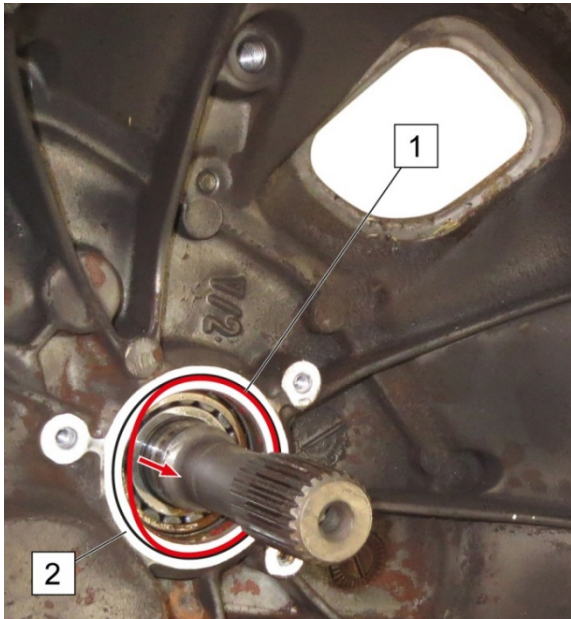

Fig. 1: Dichtring (1) entfällt / Sealing ring (1) omitted / Bague d'étanchéité (1) supprimée / El anillo obturador (1) se retira
2. Falls vorhanden: Dichtring (1) entfernen und entsorgen (Fig. 1).
3. Anlagefläche am Getriebe (2) von Schmutz und Dichtmaterialresten reinigen (Fig. 1).
2. If present: Remove and dispose of sealing ring (1) (Fig. 1).
3. Clean contamination and residual sealing material from the contact surface on the transmission (2) (Fig. 1).
2. Le cas échéant : retirez la bague d'étanchéité (1) et l'éliminez (fig. 1).
3. Éliminez les saletés et les restes de produit d'étanchéité de la surface d'appui au niveau de la boîte de vitesses (2) (fig. 1).
2. De estar disponible: retire el anillo obturador (1) y deséchelo (fig. 1).
3. Limpie la superficie de contacto de la caja de cambios (2) de suciedad y restos de material sellante (fig. 1).